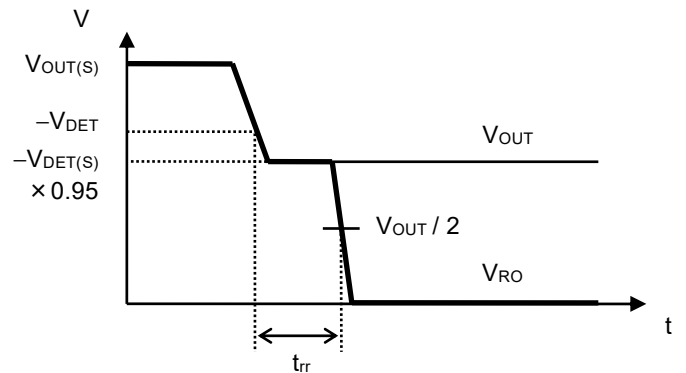

図7 リセット反応時間
- *4. V_{OUT} が $-V_{DET}$ を下回ってから実際にRO端子の出力が反転するまでの時間 (図7参照)。